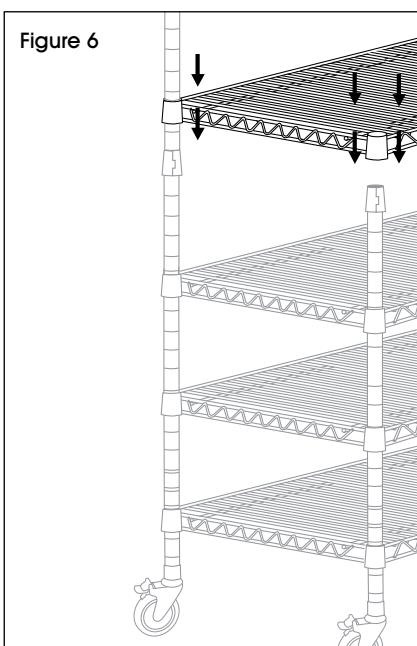

Figure 6
4. Déterminez la hauteur de la tablette suivante, installez les supports de tablette, puis ajoutez et fixez la tablette. Répétez la procédure avec les tablettes restantes. (Voir Figure 6)